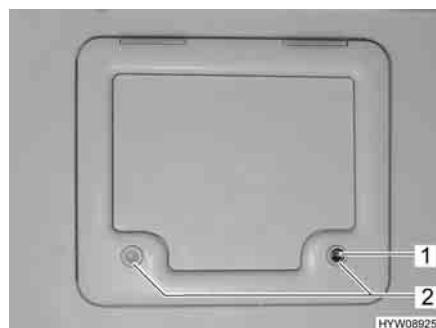

Fig. 29 Sportello per serbatoio fisso/garage
- Inserire la chiave nel cilindro della serratura a pressione (Fig. 29,1) e ruotare di un quarto di giro.
- Premere contemporaneamente con i pollici entrambe le serrature a pressione (Fig. 29,2) e aprire lo sportello del serbatoio fisso.
- Inserire la chiave nel cilindro della serratura (Fig. 29,1) e ruotare di un quarto di giro.